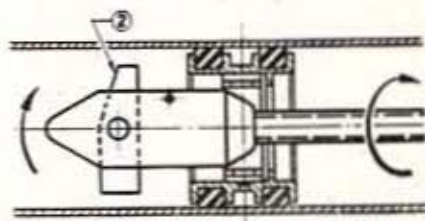

Fig. 86. — Tourner la tige d'un demi-tour
- Huiler l'intérieur du tube pour faciliter le glissement de la cage de roulement (1).
- Introduire le corps d'extracteur par l'arrière du tube de poussée, en l'orientant convenablement pour que la barrette (2) reste horizontale.
- Tourner la tige d'un demi-tour lorsque la tête de l'extracteur est passée derrière le roulement, pour mettre la barrette en position verticale (fig. 86).